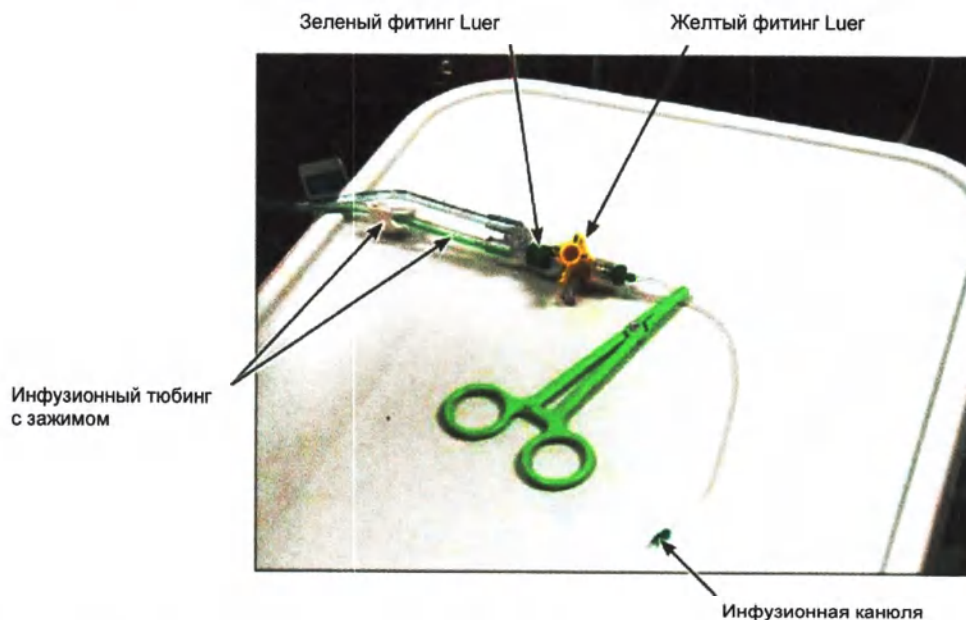

Рисунок 5-7 Пережатый тубинг инфузионной канюли (трёхходовый переключатель – опция)
- 2 Немедленно зажмите тубинг инфузионной канюли зажимом (смотрите Рисунок 5-7). Давление инфузии будет отключено после отображения экрана установки. **ПРИМЕЧАНИЕ:** Желтый трёхходовый переключатель - опция и может не входить в установку.